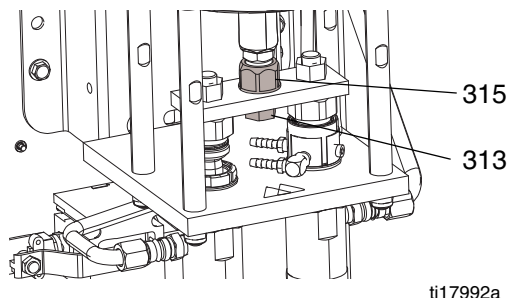

Fig. 1
7. Utilisez une clé pour maintenir la tige de piston en place et retirez l'adaptateur (315) avec une autre clé. Voir FIG. 1.
1. Appliquez une colle à filetage bleu moyenne sur l'adaptateur (315). Utilisez une clé pour maintenir la tige de piston en place et installez l'adaptateur (315) avec une autre clé. Serrez à 32-38 pi-lb (43-51 N•m). Voir FIG. 1.